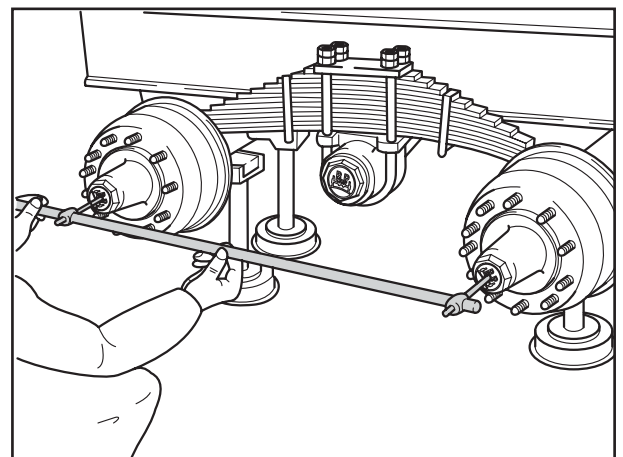

Fig. 3
- [8] Abstand von Körnerspitze zu Körnerspitze am Achsschenkel bzw. Nabenkapseln ausmessen (Fig. 3). Das Ausmessen kann auch mit einem Stahlbandmaß durchgeführt werden.
- [8] Measure distance from tip of centre punch to tip of centre punch at stub axle or hub caps (Fig. 3). The measurement can also be performed with a steel measuring tape.